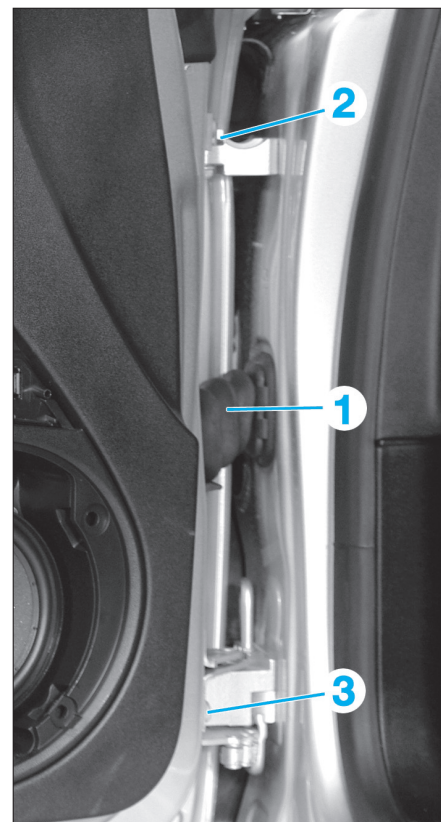

Fig. 56
- Dégrafer le soufflet et débrancher le connecteur (1).
- Dévisser les vis (2) et (3) des charnières (Fig.56).